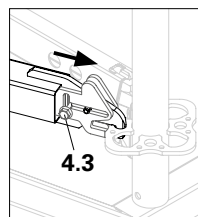

Fig. A1.11d
- Skub skyderen i rosettens retning, indtil skruen (**4.3**) falder i langsnoten. (Fig. A1.11d)